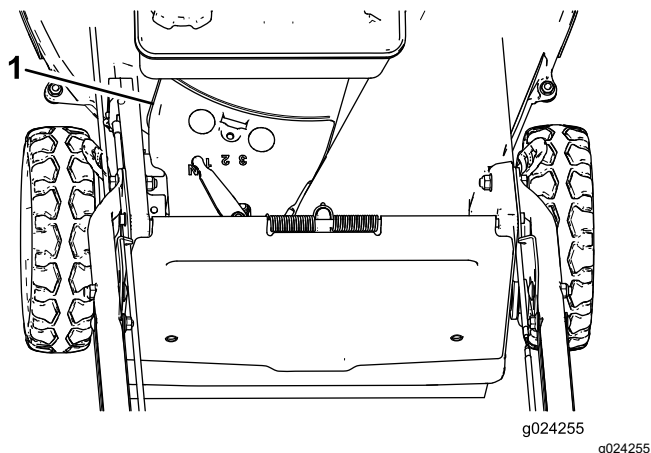

Figura 29
3. Îndepărtați capacul de curea (Figura 29) de la carcasa mainii de tuns iarba.